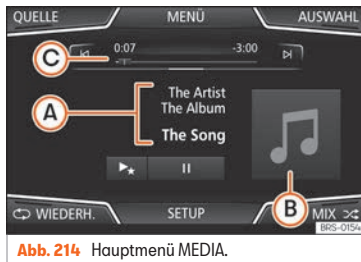

Abb. 214 Hauptmenü MEDIA.
- Drücken Sie die Infotainment-Taste , um das Hauptmenü *Media* » Abb. 214 zu öffnen.
Die derzeit gespielte Mediaquelle wird beim Drücken der Funktionsfläche **QUELLE** » Abb. 214 im Pull-down-Menü angezeigt.